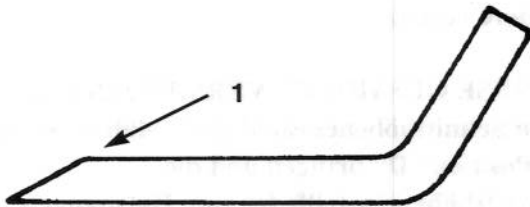

Bild 37
1. Die Schnittkanten an beiden Enden des/der Messerbalken mit einer Feile schärfen (Bild 37). Den ursprünglichen Schnittwinkel beibehalten. Der Messerbalken behält seine ursprüngliche Wucht, solange die gleiche Menge Material von beiden Schnittkanten entfernt wird.